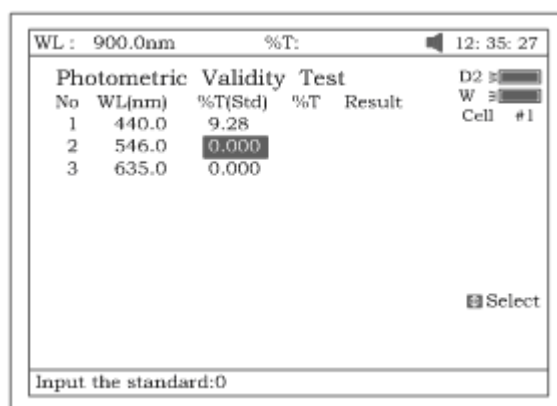

Рисунок 91
2. Чтобы установить стандартное значение, нажмите **[F1]**, затем следует нажать **[ВВОД]** для получения возможности редактирования, после чего введите значение с цифровой клавиатуры (рис.91). Для завершения ввода и выхода из формы нажмите **[ОТМЕНА]**.